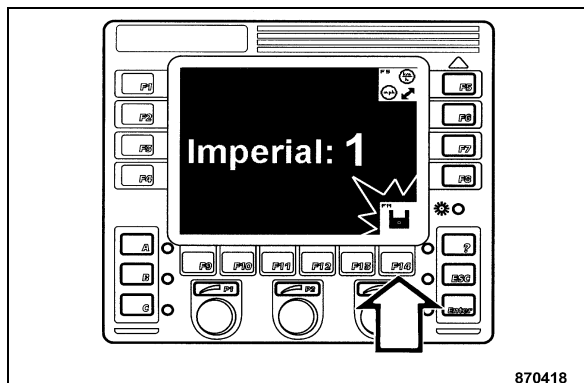

fig. 81
- Appuyer sur la touche "F14" après avoir effectué les modifications désirées (fig. 81). Le symbole "Mémoriser" s'allume momentanément en vert sur le diplay.